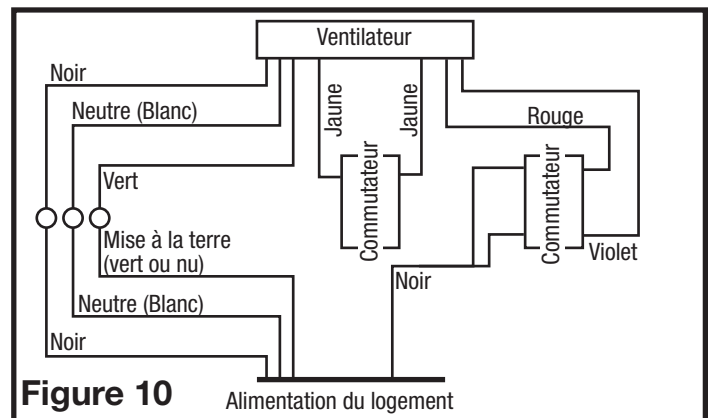

Figure 10
4. Pour les ventilateurs à deux vitesses, raccordés pour une ventilation continue, connectez le fil blanc du ventilateur au fil blanc (neutre) de la source d'alimentation. Connectez le fil de terre de la maison au fil vert du boîtier du ventilateur. Connectez le fil noir du ventilateur au fil noir (chaud) de la source d'alimentation. Le ventilateur fonctionnera à faible vitesse, en continu, et augmentera à haute vitesse sur une hausse de l'humidité. Utilisant un interrupteur correctement mis à la terre, connectez 1 fil jaune de chaque côté de l'interrupteur. Fermer l'interrupteur changera la vitesse de normale à haute vitesse. Utilisez un interrupteur à standard, correctement mis à terre (non inclus) pour relier le fil noir de la source d'alimentation de l'interrupteur. Connectez le fil rouge (lumière) du boîtier du ventilateur à l'autre côté de l'interrupteur du haut et connectez le fil violet (veilleuse) du boîtier du ventilateur à l'autre côté de l'interrupteur du bas. Un interrupteur à commande manuelle (non inclus) peut être utilisé pour éteindre manuellement le ventilateur (Figure 10).